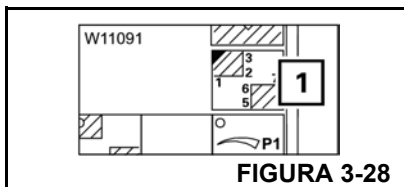

FIGURA 3-28
Pressione uma vez o botão (1) (Figura 3-28).